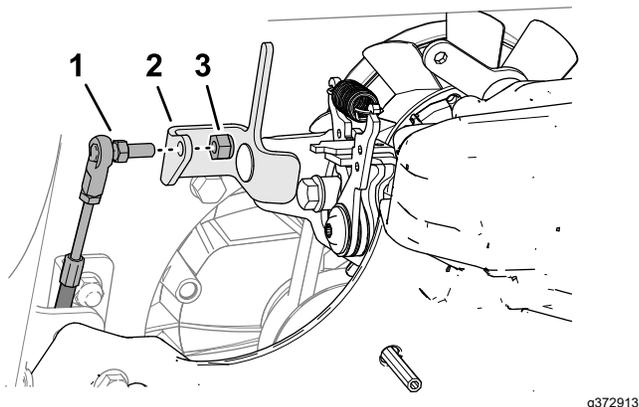

Рисунок 69
- Проведите фитинг троса управления тягой через отверстие в кронштейне управления трансмиссией (Рисунок 69).